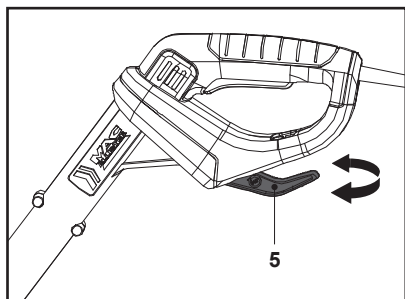

Fig. 29
- Dacă este necesar, împinge scutul pentru plante (13) în interior.
- Rotește suportul de cablu (rotativ) (5) și asigură-te că vârful său este orientat în spate (fig. 29).